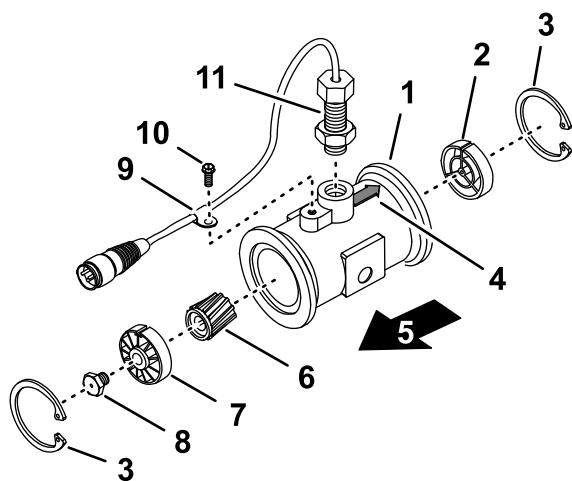

Figura 95
3. Retire o anel de retenção do lado superior (Figura 95).